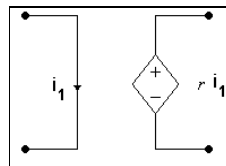

Figura 2.4: Fonte de tensão controlada por corrente.
- *Fonte de tensão controlada por corrente.* A Figura 2.4 mostra esse tipo de fonte. O fator r é denominado transresistência [ohm], pois caracteriza uma tensão devido a uma corrente.